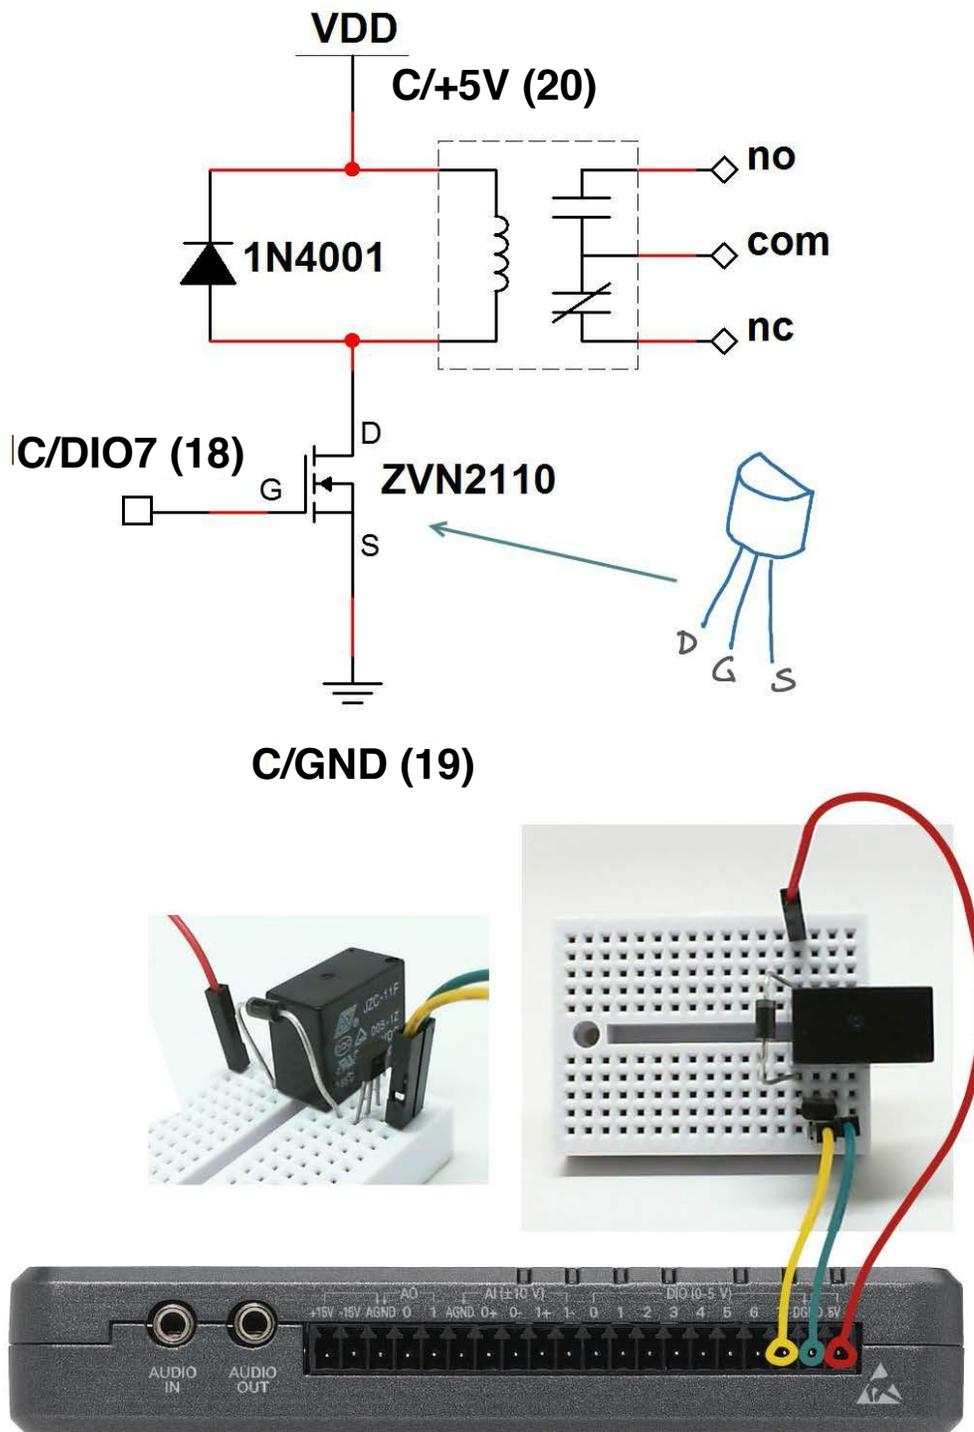

Figura 6.3: Circuito interfaz de relevador adecuado para resistores de polarización internos en el Conector MSP C de NI myRIO.
3. Construya y pruebe el circuito interfaz para un relevador controlado desde el conector MSP; ver la Figura 6.3. Seleccione C/DIO7 (pin 18) como la línea de control del relevador en el control de canal DIO de myRIO en el panel frontal. Alimente el circuito desde el conector MSP con C/+5V (pin 20) y la tierra digital C/DGND (pin 19).